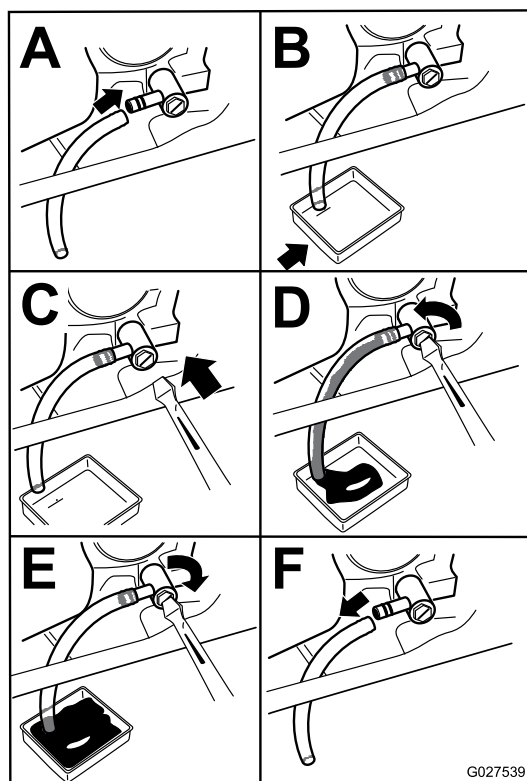

Figura 40
3. Prima di scendere dal posto di guida dell'operatore, spegnete il motore, togliete la chiave di accensione e attendete che si fermino tutte le parti in movimento (Figura 40).